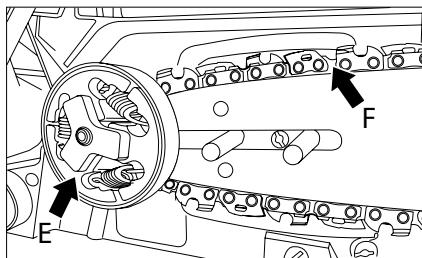

Fig. 8
6. Azionate la catena dietro la ruota dentata principale (E). Controllate se i collegamenti della catena tra i denti della ruota dentata sono ben posizionati (fig. 8).
7. Inserite i collegamenti nella scanalatura del pneumatico (F) alla periferia (fig. 8).